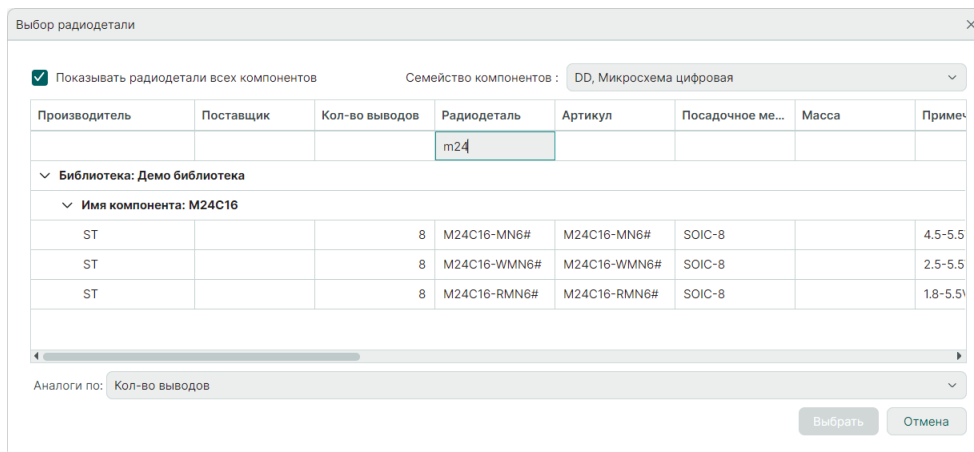

Рис. 102 Поиск по значениям атрибутов
7. Для осуществления поиска в окне «Выбор радиодетали» введите часть значения атрибута в строке под интересующим заголовком. После этого система отобразит значения атрибутов, которые содержат введенные символы, Рис. 102.